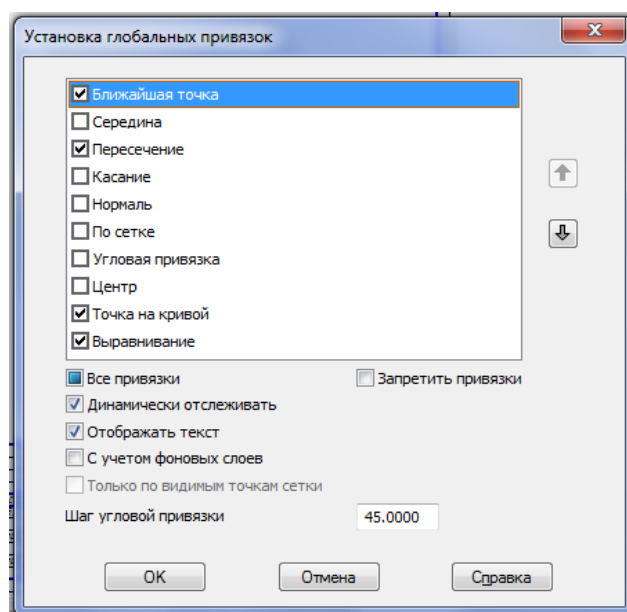

Рис. 39
Після того, як нажати кнопку *Установка глобальних привязок*  на панелі *Текущее состояние* (рис. 9), відкриється діалогове вікно *Установка глобальних привязок* (рис. 39).
прив'язка в списку діалогового вікна *Установка глобальних прив'язок* (рис. 39). Пріоритет, тобто положення в списку, змінюється за допомогою кнопок зі стрілками:
1) кнопка *Переместить вверх*  служить для підвищення пріоритету прив'язки (рис. 39);
2) кнопка *Переместить вниз*  служить для зниження пріоритету (рис. 39).
При побудові креслення буває зручно коли назва, активної в поточний момент прив'язки, відображається біля курсору. Для цього потрібно в діалоговому вікні *Установка глобальних прив'язок* (рис. 39), включити кнопку *Отображать текст*.